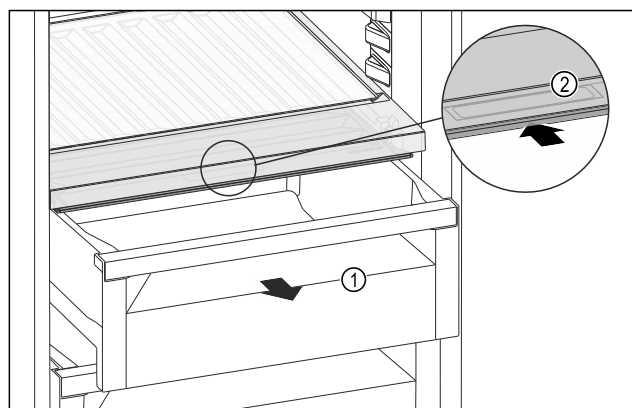

Fig. 134
- ▶ Zásuvku Fig. 134 (1) vytáhněte.
- ▶ Uchopte prohlubeň pro rukojeť Fig. 134 (2) na víku zásuvky a současně zasuněte víko zásuvky směrem dozadu.